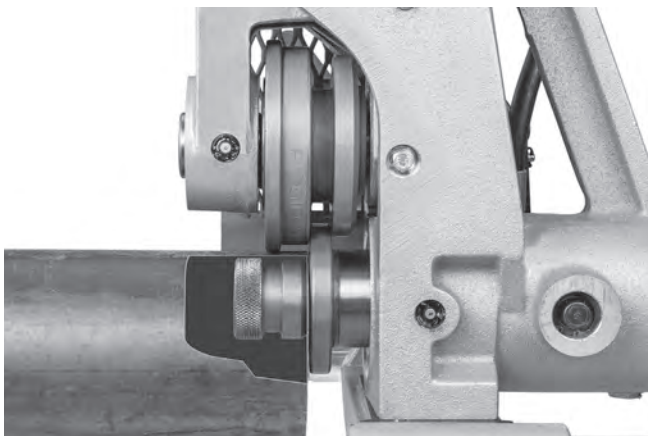

Abbildung 11 – Auflegen des Rohrs über die Antriebswelle, bündig mit dem Antriebswellenflansch (Stabilisator zur Verdeutlichung nicht abgebildet)
3. Zur Abstützung des Rohrs müssen geeignete Rohrständer vorhanden sein. Stellen Sie die Höhe der Rohrständer so ein, dass das Rohr waagrecht liegt und der obere Innendurchmesser des Rohrs auf der Antriebsrolle sitzt (*siehe Abbildung 11*).
- Die Mittellinie des Rohrs und die Mittellinie der Antriebswelle müssen parallel zueinander verlaufen. Dies kann mit einer Wasserwaage auf der Oberseite des Hydraulikzylinders und auf dem Rohr überprüft werden. *Siehe Abbildung 11.*